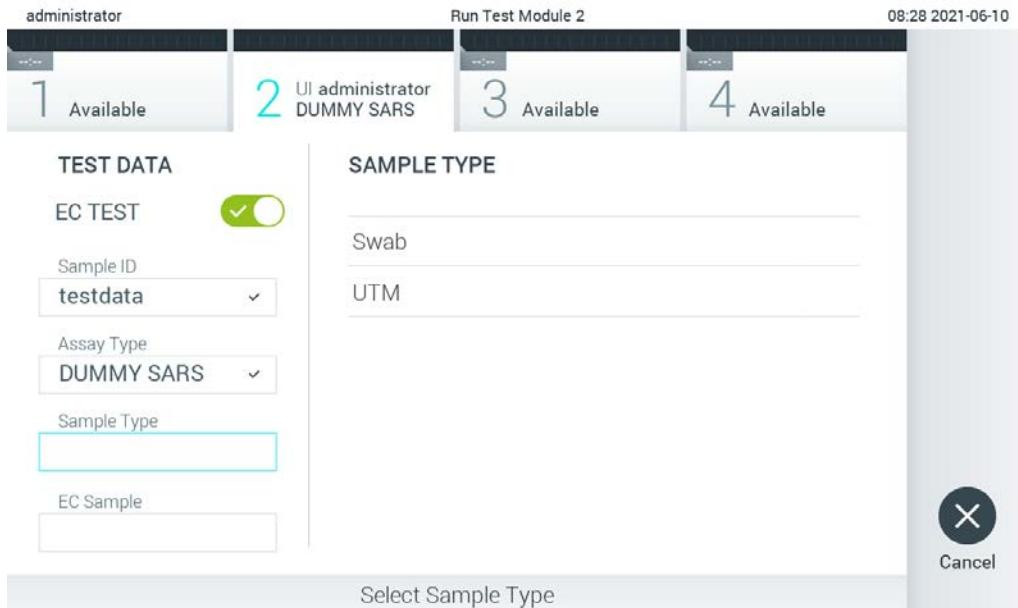

Рис. 90. Выбор типа пробы.
5. При необходимости выберите нужный тип пробы в списке (рис. 90).